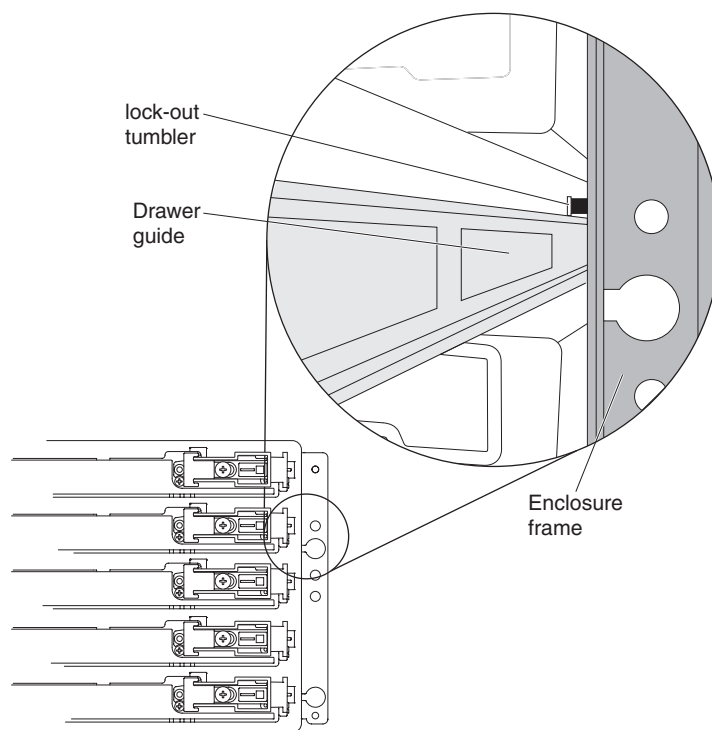

Figura 59. Tranqueta localizada acima da guia da gaveta
- a. Na parte frontal do gabinete de expansão de armazenamento, instale a nova gaveta de unidade no slot, certificando-se de que a tranqueta esteja localizada na parte superior da guia da gaveta. A tranqueta é uma pequena peça de alinhamento conectada ao quadro. A Figura 59 na página 125 mostra o local da tranqueta, mostrado na parte frontal do gabinete.